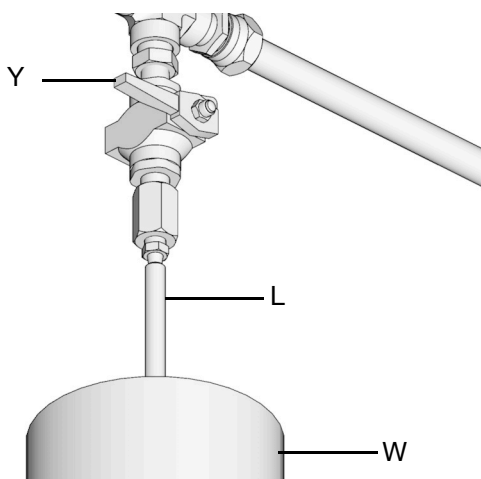

FIG. 20 :
- a. Pour relâcher la pression entre la pompe de remplissage (F) et le mécanisme d'arrêt du remplissage automatique (B), ouvrir la vanne à bille (bv) (FIG. 20). La pression est relâchée et l'excès de fluide est évacué par le tube de vidange (L) et dans le récipient de débordement (W).